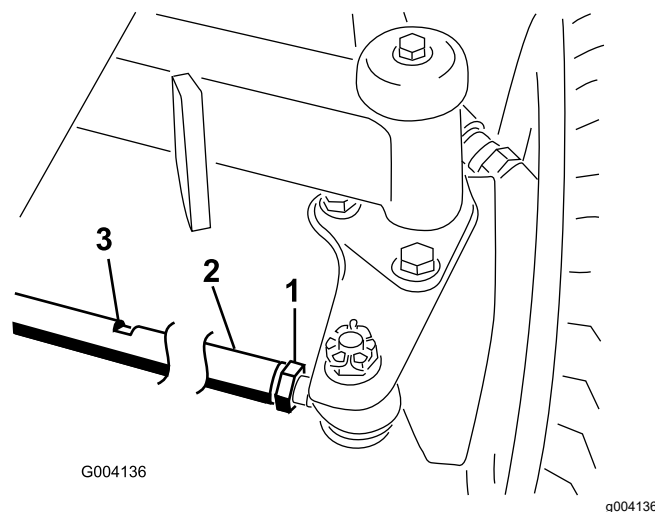

Figura 91
1. Desaperte a porca de bloqueio em cada extremidade da barra de direção (Figura 91).